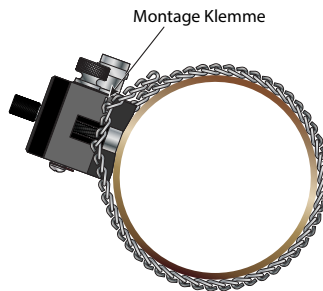

Abbildung 7: Montagekette des Sensors - an der Montage Klemme eingehakt.
5. Wickeln Sie die Montageketten um die Leitung und befestigen Sie die Ketten an den jeweiligen Montage Klemmen Siehe Abbildung 7.